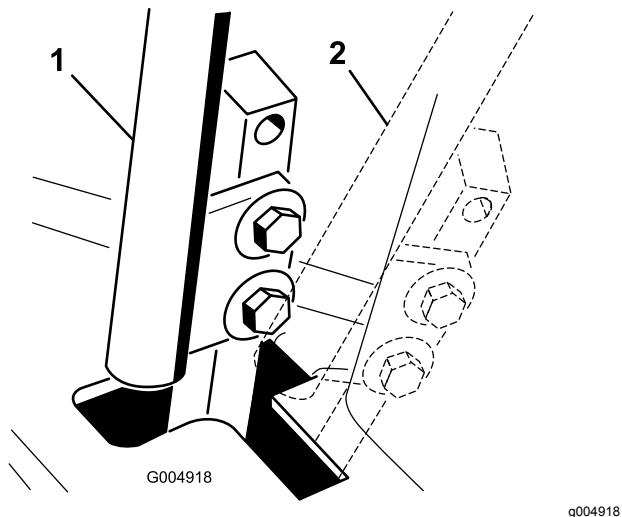

Figure 79
4. Placez le levier de commande au POINT MORT, **sans le verrouiller** (Figure 79).
6. Vérifiez la position du levier par rapport au cran de la console (Figure 79).